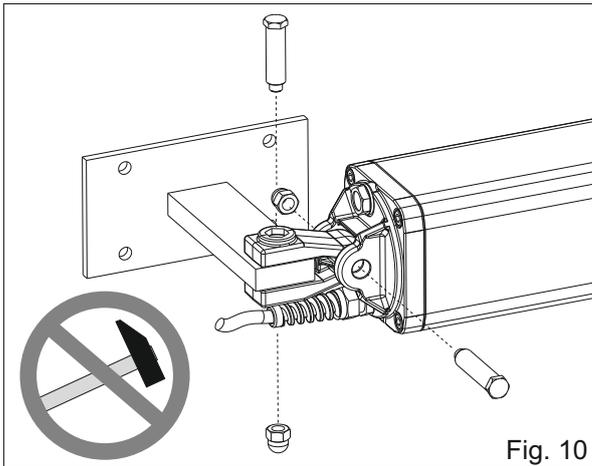

Fig. 10
- **Die Schwinggabel wie in Abb. 10 befestigen**